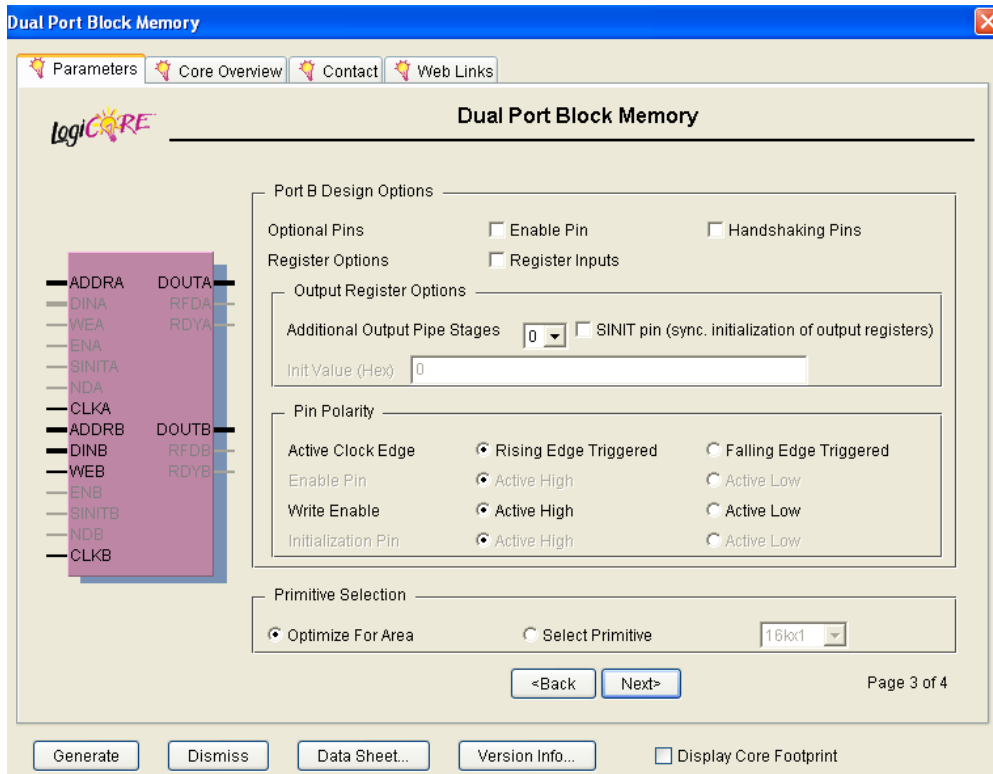

Рис. 5. Опции дизайна и полярность выводов для порта B
- 3 Оставьте без изменения значения по умолчанию, как показано на Рис. 5, и нажмите <Next>.